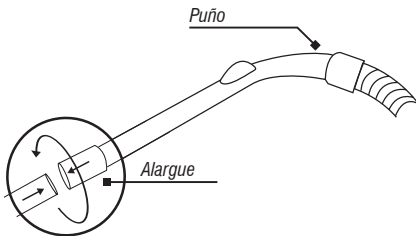

Fig. 3 – Conectando el puño al alargue
- Conecte el puño en el alargue, en seguida, gire para finalizar la conexión, de acuerdo a como se muestra en la Fig. 3;